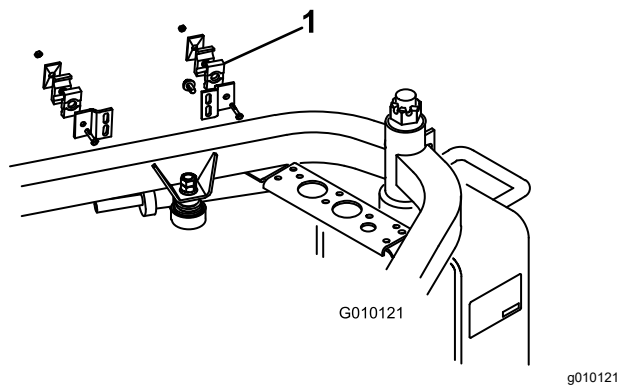

Bild 5
- Befestigen Sie die Schlauchklemmenhalterung (Rohrklemmen, Abdeckplatten, Klemmenhalterungen, Sechskantschrauben und Sicherungsmuttern) mit vier Blehschrauben am Rahmen (Bild 5).